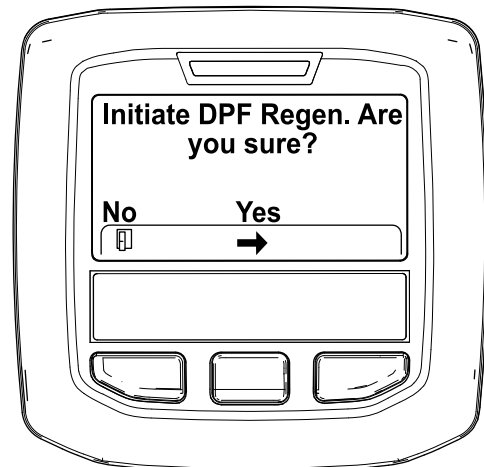

Figura 44
- Quando surgir a mensagem "Initiate DPF Regen. Are you sure?" (Iniciar Regen. DPF. Tem a certeza?), prima o botão central (Figura 44).